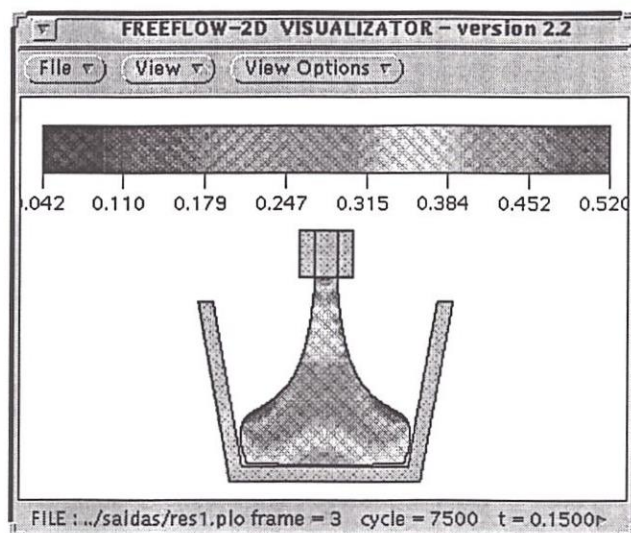

Figura 3.7: Visualização da pressão
- *Pressure*: por esta opção pode se visualizar a pressão do fluido, como mostra a figura 3.7.